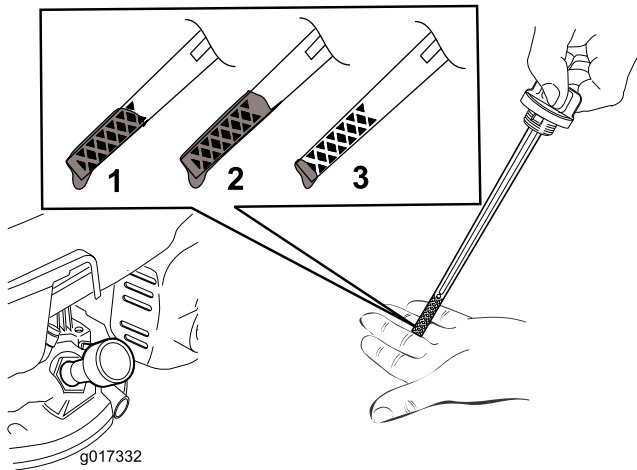

Figura 6
2. Retire la varilla (Figura 6).
Nota: Llene el cárter con aceite hasta que la varilla indique que el nivel del aceite del motor es correcto, según se muestra en Figura 6. Si usted llena demasiado el motor, vacíe el exceso de aceite siguiendo las instrucciones de la sección Cómo cambiar el aceite del motor.